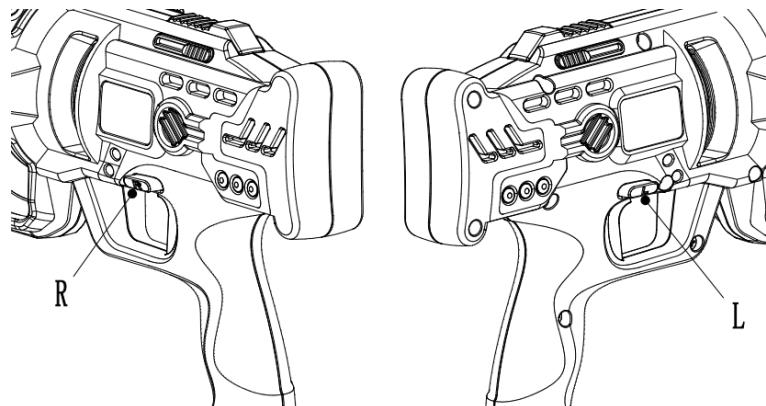

Abbildung 3
**Hinweis:** Die Rückwärtsdrehung dient nur zum Lösen der flexiblen Welle im eingeklemmten Zustand (Abb. 3).